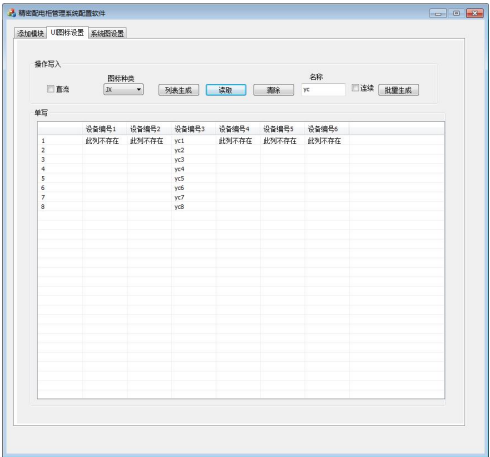

图 3-1
此界面分为交流和直流，可以为指定的模块支路重新命名，未添加的设备模块不可以重新命名。见图 3-1
3) 列表生成：在添加模块后，在图 3-1 单元格填入需要修改的图标名称。确认没有空格或空行。点击列表生成，即可保存。